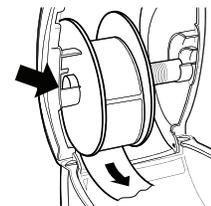

Figura 3
- 6 Inserte el rodillo de etiquetas en la ranura de la tapa de la impresora de manera que las etiquetas se extiendan desde la parte inferior del rollo. Consulte la Figura 3.